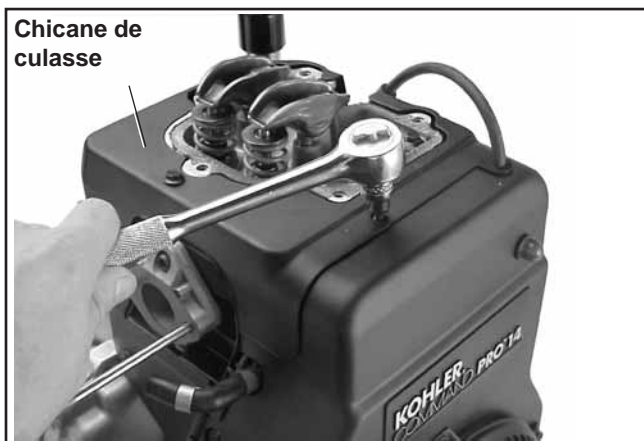

Figure 9-23. Dépose de la chicane de culasse.
1. Retirer les vis hexagonales à brides fixant la chicane de culasse à la culasse. Voir figure 9-23. Retirer la chicane.